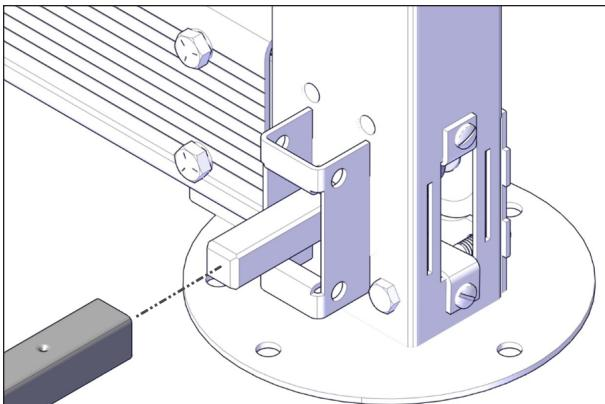

FIGURE 36: INSTALLATION DE L'ARBRE D'ENTRAINEMENT
8. Glisser l'arbre d'entrainement creux sur l'arbre d'entrainement du pied dans le bas du vérin de gauche côté moteur, voir Figure 36.